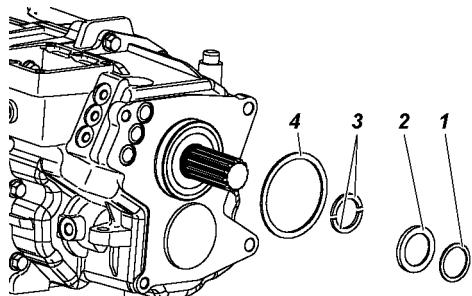

Рис. 6.10. Снятие колец:
9. Снимите стопорное кольцо 4 подшипника вторичного вала (рис. 6.10), стопорное кольцо 1, защитное кольцо 2, и два стопорных полукольца 3.